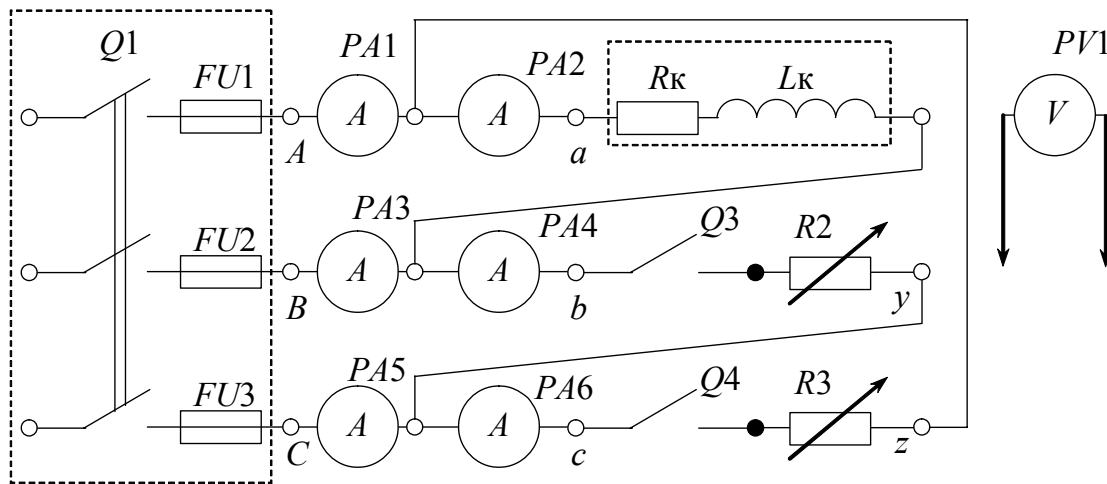

Рис. 38. Схема электрической цепи лабораторной установки трехфазной цепи с активно-индуктивной нагрузкой по схеме треугольник
2. Подключите в одну из фаз приемника активно-индуктивную нагрузку (рис. 38). В качестве активно-индуктивного приемника используйте реальную катушку индуктивности на 2400 витков. Снимите показания приборов и запишите их в табл. 15.